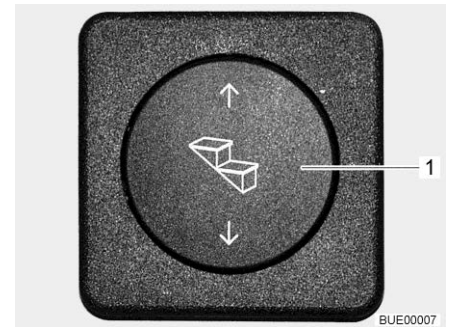

Fig. 11 Touche marchepied
- Appuyer sur le bas de la touche (Fig. 11,1) et le maintenir pressé (pendant au moins 3 secondes) jusqu'à ce que le marchepied soit entièrement sorti.
- Appuyer sur le haut de la touche (Fig. 11,1) jusqu'à ce que le marchepied soit entièrement rentré.